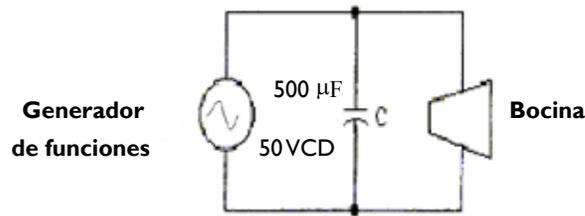

Figura 2.8 Circuito de audio con capacitor (filtro)
- g) Mantenga una frecuencia audible y a continuación agregue un capacitor que sirva como filtro, según se muestra en la figura 2.8 y escuche el cambio de sonido.